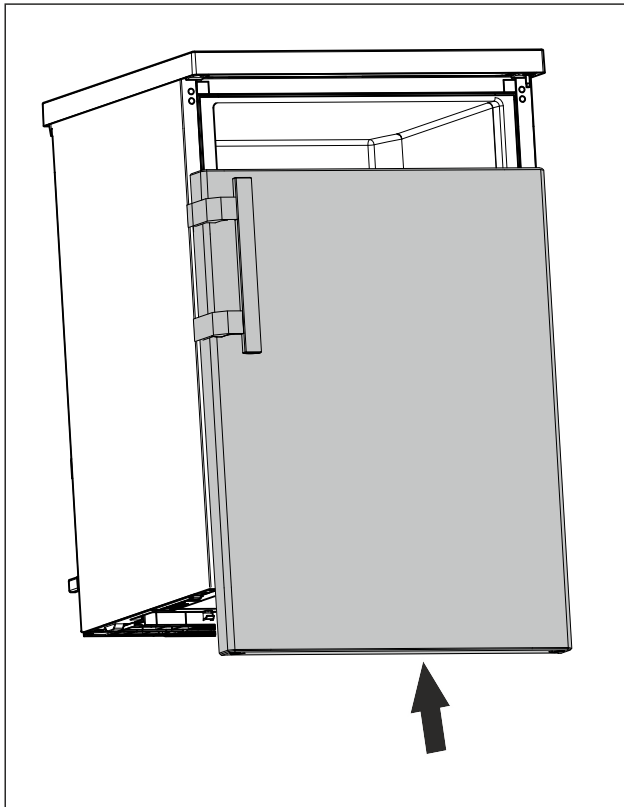

Fig. 24
- ▶ У закритому стані насуňte дверцята на верхній болт. (див. Fig. 24)